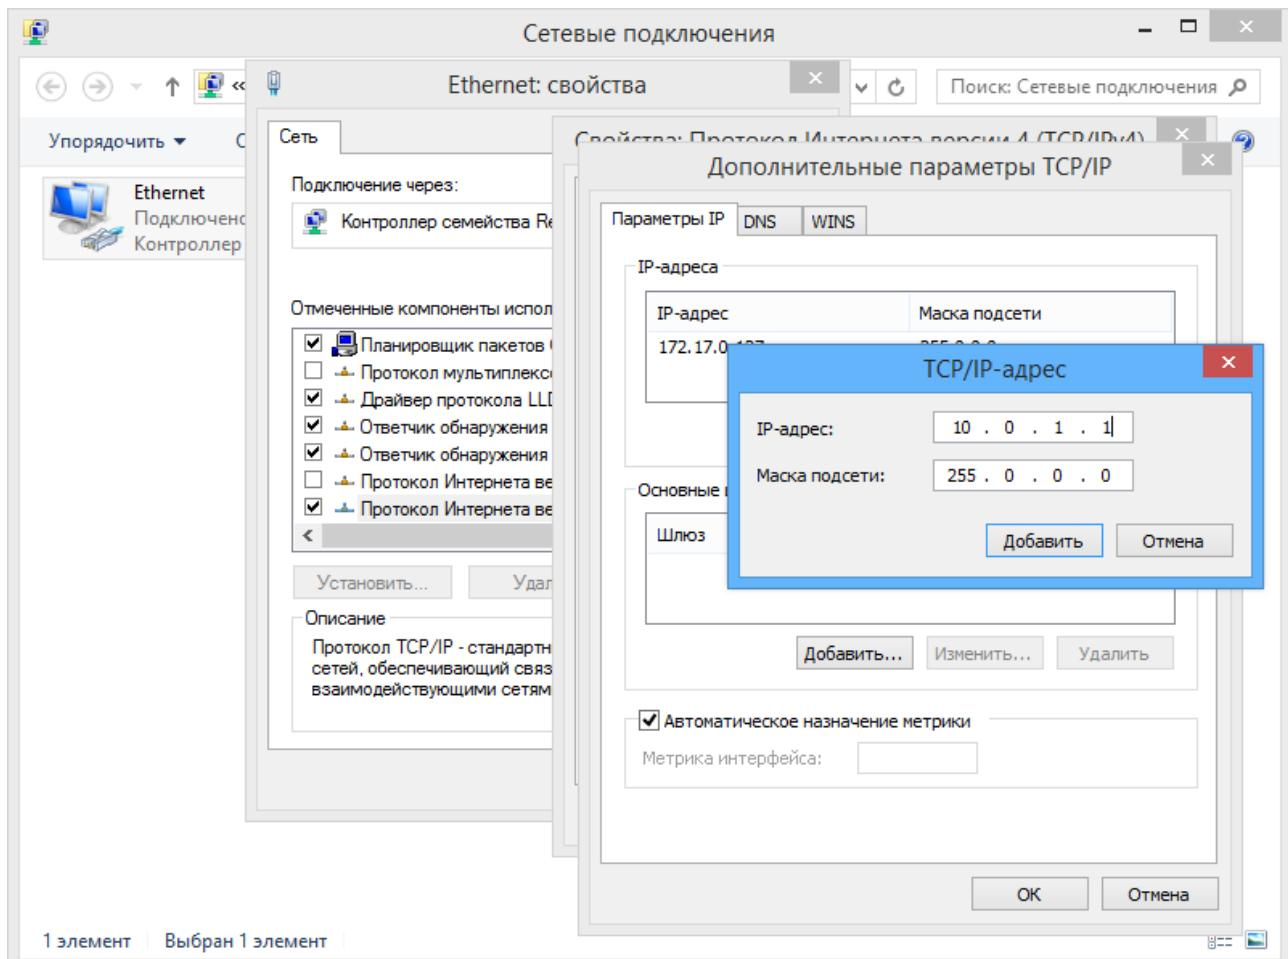

Рисунок 11. Добавление IP-адреса ПК
- Отсутствуют сетевые настройки в компьютере** – установите IP-адрес и маску подсети компьютера. Контроллер при этом должен быть подключен либо непосредственно к сетевому разъему сетевой карты компьютера, либо к тому же Hub/Switch, в который включен компьютер (см. рис. 11).